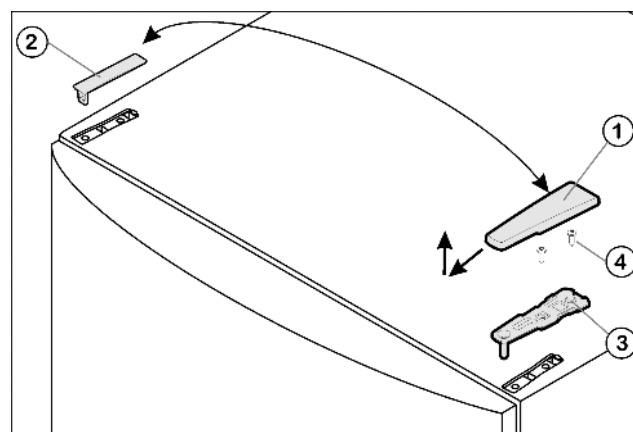

Fig. 4
- ▶ Wyjąć osłonę Fig. 4 (1) do przodu i do góry.
- ▶ Podnieść osłonę Fig. 4 (2).
- ▶ Odkręcić górną płytkę zawiasu Fig. 4 (3) (2 razy Torx® 25) Fig. 4 (4) i wyjąć ją do góry.
- ▶ Włożyć w drzwi górną płytkę zawiasu Fig. 4 (3) po nowej stronie zawiasów.
- ▶ Dokręcić górną płytkę zawiasu (z siłą 4 Nm) (2 razy Torx® 25) Fig. 4 (4). Ewentualnie nakłuć otwory pod śruby lub użyć wkrętarki akumulatorowej.
- ▶ Założyć osłonę Fig. 4 (1) i osłonę Fig. 4 (2) od zewnątrz odpowiednio po przeciwnych stronach i zażębnąć.